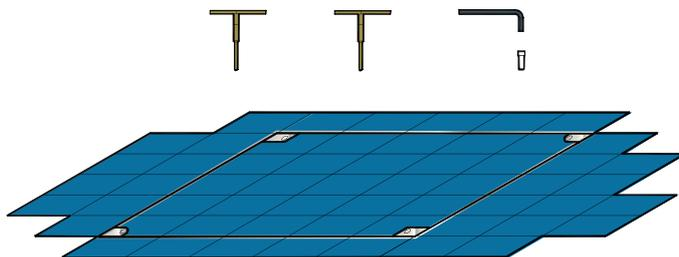

Figure 4
Chaque C2R ou CPC est livré avec ses 3 clés : serrage, décollement (2), (fig.4). Nous tenons à votre disposition en nos dépôts les pièces de rechange dont vous pouvez avoir besoin : clés (3), capuchons (10), vis (4), joint (à votre longueur).